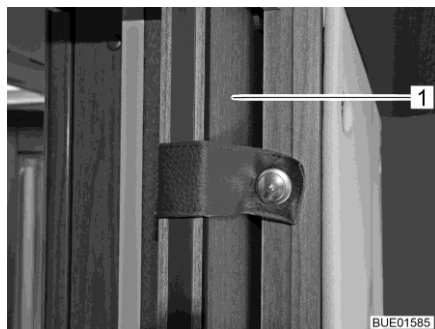
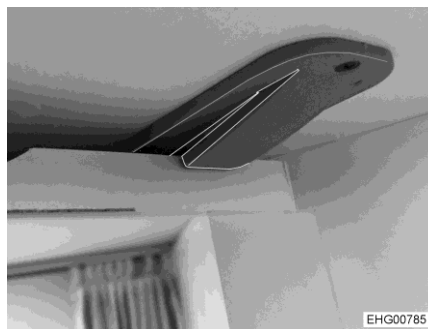

Fig. 10 Porte coulissante (exemple)
Fig. 11 Cran salle de bain Vario
- Bloquer les portes (Fig. 10,1) ou les cloisons de séparation avec les verrouillages ou les moyens de fixation présents (Fig. 11 montre le cran salle de bain Vario).